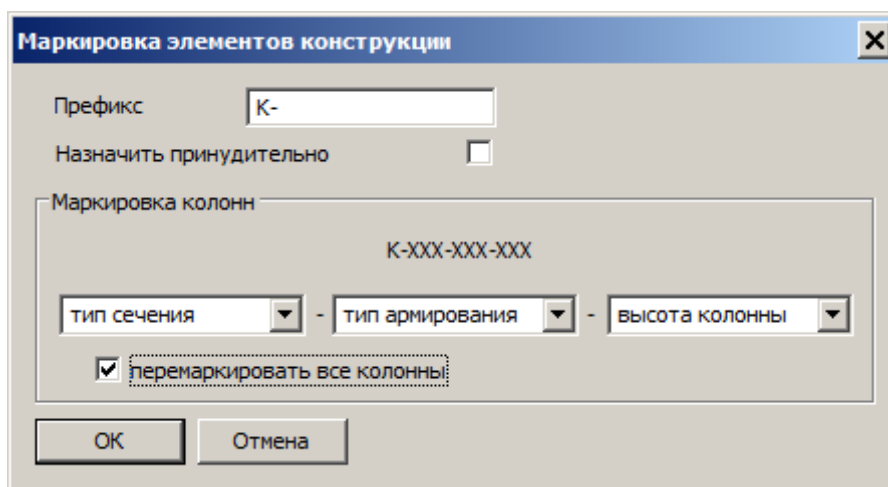

Рис.7.7. Диалоговое окно **Маркировка элементов конструкции**
- В открывшемся диалоговом окне **Маркировка элементов конструкции** (рис.7.7) задайте следующие параметры: